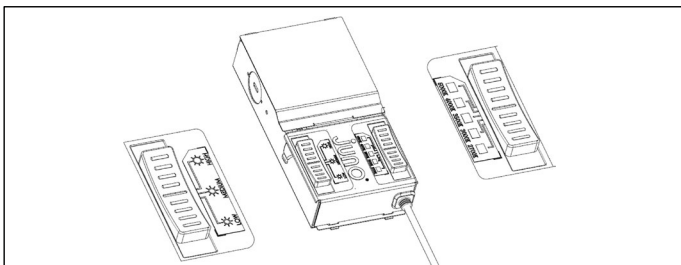

Figure 4
4. Utilisez la fonction Witch sur le boîtier du pilote (l'option Lumen/CCT doit être sélectionnée avant l'installation du luminaire) pour sélectionner le flux lumineux approprié (options High-Medium-Low) et la couleur de la lumière (options 27K-30K-35K-40K-50K). (Figure 4)